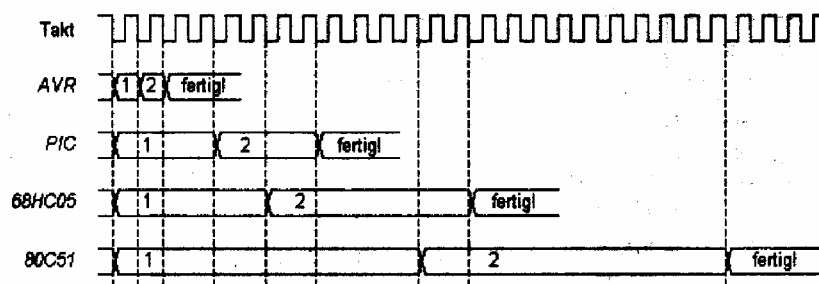

Abb. 2.1.2: Die Befehlsausführungszeiten verschiedener Prozessoren im Vergleich
**Befehlsausführungszeiten:** Die Abb. 2.1.2 zeigt in einer Gegenüberstellung die Anzahl der benötigten Oszillator-Taktimpulse für die Ausführung zweier aufeinanderfolgender Instruktionen für die Prozessoren 68HC05, 80C51 und Vertreter der PIC- und der AVR-Familie.